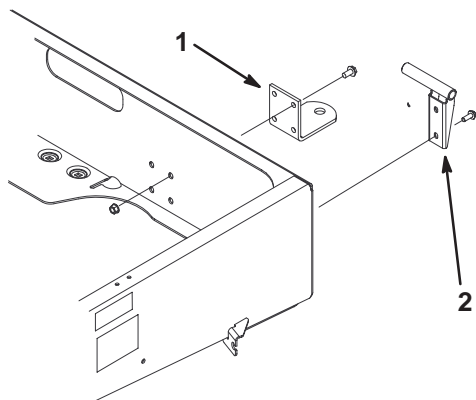

Figure 7
2. Placez la patte de remorquage en face des trous de montage sur le châssis. Fixez la patte d'attelage en position avec les vis et écrous (Fig. 7).
2. Fixez le pivot gauche à l'angle arrière gauche du châssis à l'aide de 2 vis à collerette (3/8 x 1"). Positionnez le pivot comme illustré à la Figure 7.